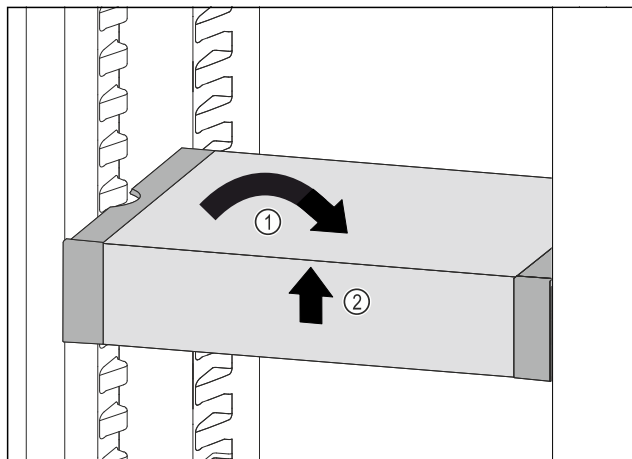

Fig. 143
- Ställ VarioSafe rakt. *Fig. 143 (1)*
- Lyft VarioSafe framåt. *Fig. 143 (2)*